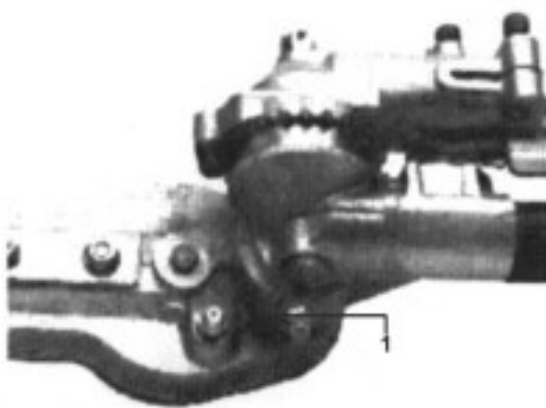

Fig.HT15
- c. Glissez boîtier de vitesse hors du tube. À l'aide d'un pistolet graisseur, pompez de la graisse à base de lithium (environ 10 grammes) dans le graisseur situé sur le carter d'engrenage jusqu'à ce que l'ancienne graisse soit purgée de celui-ci (Fig.HT15). La graisse purgée sera visible dans la cavité du tube externe. Enlevez l'excès de graisse, puis remontez le carter d'engrenage sur le tube extérieur.